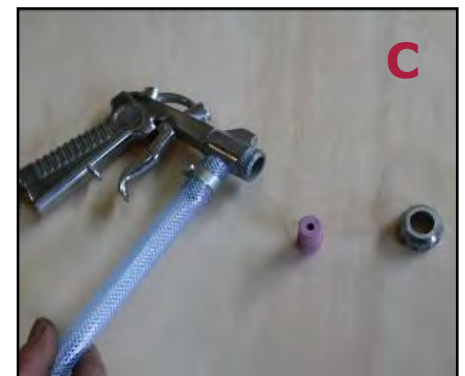

Figura 31 - Smontaggio dell'ugello della pistola sabbiatrice.
- Svitare il dado di bloccaggio (vedere la Figura 31/A).
- **Togliere l'ugello danneggiato o di diametro non adeguato alla lavorazione**, sfilandolo dalla pistola (vedere la Figura 31/B).
- **Pulire l'interno del canale della pistola per rimuovere i residui di sabbia presenti** (vedere la Figura 31/C).